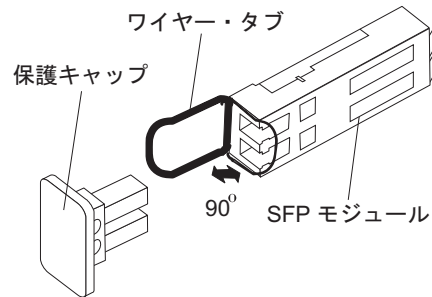

図 15. SFP モジュールおよび保護キャップ
2. 図 15 に示すように、SFP モジュールから保護キャップを取り外します。将来の利用に備えて、保護キャップを保管しておきます。
2. 必要があれば、39 ページの図 15 に示すように、SFP モジュールから保護キャップを取り外します。将来の利用に備えて、保護キャップを保管しておきます。